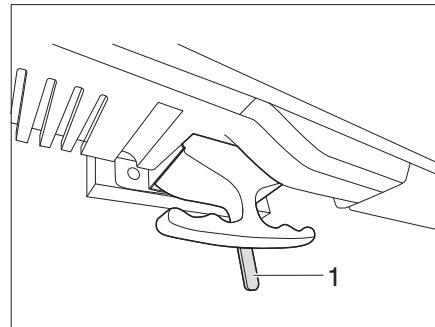

Fig. 128 Pantalla plana desbloqueo
- Mover la palanca (Fig. 128,1) a la izquierda. El bloqueo está suelto.
- Mover la palanca (Fig. 128,1) hasta el centro. La pantalla plana está bloqueada.